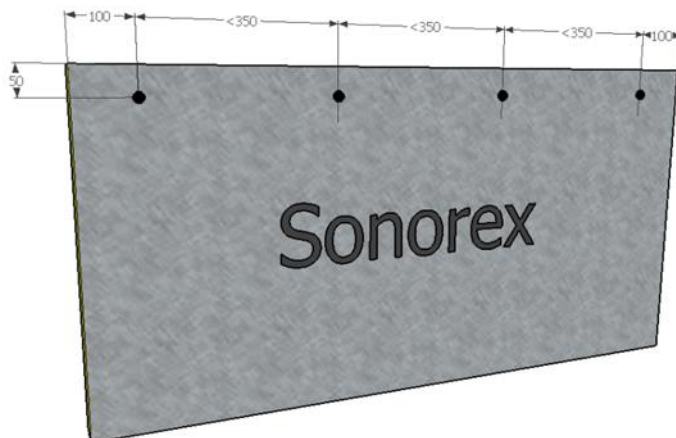
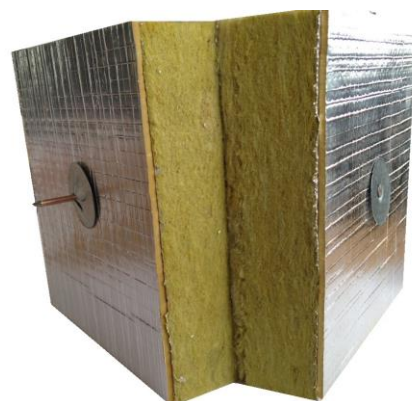

Abbildung 1, Platzierung der Sonorex® Schrauben und/oder Sicherungsstifte
Abbildung 2, Sicherungsstift und Platte
14. Die Sonorex® Easy Mass-Folie ist selbstklebend. Wir empfehlen jedoch, die Folie zu sichern, um die Qualität der Schallabschottungen über längere Zeit zu gewährleisten. Die Sonorex® Schrauben und/oder Sicherungsstifte für die Befestigung der Massenfolie haben keinen negativen Einfluss auf die Schalldämmung der betreffenden Sonorex® Schallabschottung. Für die Platzierung und Abstände der Sonorex® Schrauben und/oder Sicherungsstifte siehe Abbildung 1. Der Sicherungsstift muss komplett durch die Abschottung geführt und auf der anderen Seite mit einer Sicherungsplatte befestigt werden. Siehe Abbildung 2.